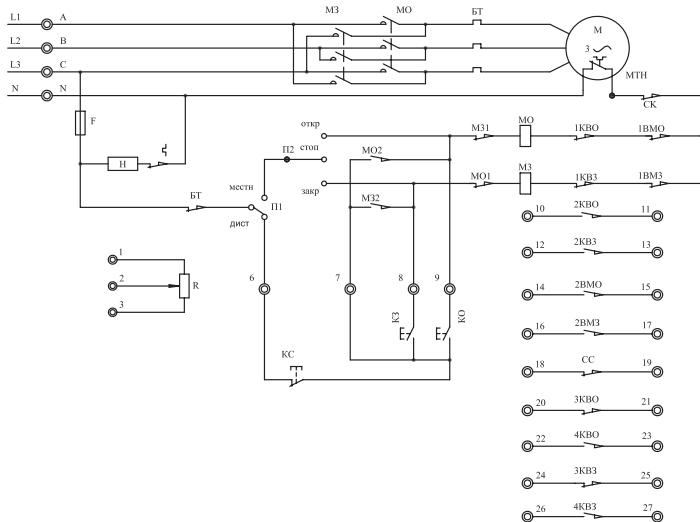

Рис.4 Принципиальная электрическая схема подключения электропривода ГЗ-ОФ КС.
3. ЭЛЕКТРИЧЕСКАЯ СХЕМА УПРАВЛЕНИЯ (рис.4)
Для управления электроприводом ГЗ-ОФ КС применяется электрическая схема, приведенная на рис.4. При достижении затвором арматуры конечных положений ОТКРЫТО или ЗАКРЫТО, срабатывают концевые микровыключатели 1KB3 или 1KBO, отключая питание электродвигателя электропривода. При превышении установленного крутящего момента при открытии или закрытии затвора арматуры, срабатывают муфтовые микровыключатели 1BM3 и 1BMO, отключая питание электродвигателя электропривода. Муфтовые микровыключатели 1BM3 и 1BMO после срабатывания возвращаются в первоначальное положение при вращении вала в обратную сторону.
на короткое время, позволяющее определить направление движения выходного вала. Если диск будет вращаться в направлении обратном заданному, поменяйте местами фазы (A, B, C) питающего напряжения на силовом щите: (A и B, или A и C, или B и C) (рис.4). После этого повторить проверку.
4.3 НАСТРОЙКА ДВУХСТОРОННЕЙ МУФТЫ ОГРАНИЧЕНИЯ КРУТИЯЩЕГО МОМЕНТА (МОМЕНТНОЙ МУФТЫ) (рис.4)